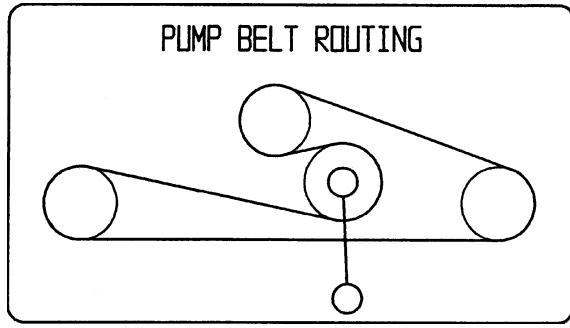

Figure 49
1. Abaissez la poulie de tension rappelée par ressort et enlevez la courroie des poulies du moteur et de la pompe hydraulique (Figure 49). Retirez la courroie entre les poulies.
2. Montez la courroie neuve sur les poulies du moteur et des pompes hydrauliques (Figure 49).
3. Abaissez la poulie de tension rappelée par ressort et alignez-la sous la courroie de transmission. Relâchez la poulie rappelée par ressort (Figure 49).